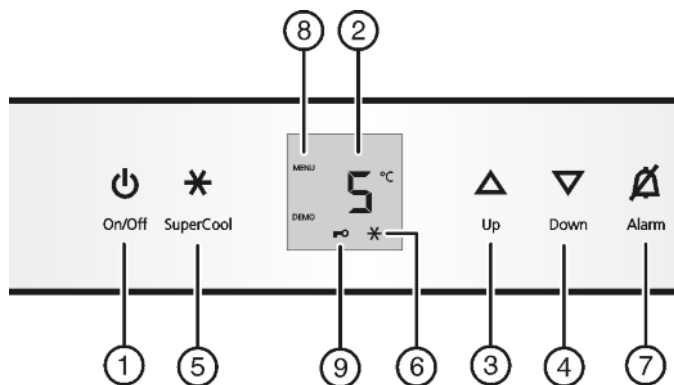

Fig. 2
- ▶ Apăsați tasta On/Off Fig. 2 (1).
- ▶ Activarea modului de reglare: Apăsați tasta SuperCool Fig. 2 (5) timp de cca. 5 s.
- ▶ Apăsați scurt tasta SuperCool Fig. 2 (5) pentru confirmare.
- ▶ Pentru a porni protecția pentru copii apăsați scurt tasta SuperCool Fig. 2 (5).
- ▷ Simbolul protecției pentru copii Fig. 2 (9) se aprinde. Pe afișaj se aprinde intermitent **c**.
- ▶ Pentru a opri protecția pentru copii apăsați scurt tasta SuperCool Fig. 2 (5).
- ▷ Simbolul protecției pentru copii Fig. 2 (9) se stinge. Pe afișaj se aprinde intermitent **c**.
- ▶ Dezactivarea modului de reglare: Apăsați tasta On/Off Fig. 2 (1).
- ▶ Apăsați tasta Alarm Fig. 2 (7).
▶ Creșterea temperaturii: Apăsăți tasta de reglare Up Fig. 2 (3).
▶ Reducerea temperaturii: Apăsăți tasta de reglare Down Fig. 2 (4).
- ▶ Apăsăți scurt tasta SuperCool Fig. 2 (5).
- ▷ Simbolul SuperCool Fig. 2 (6) se aprinde pe afișaj.
- ▷ Simbolul SuperCool Fig. 2 (6) se stinge pe afișaj.